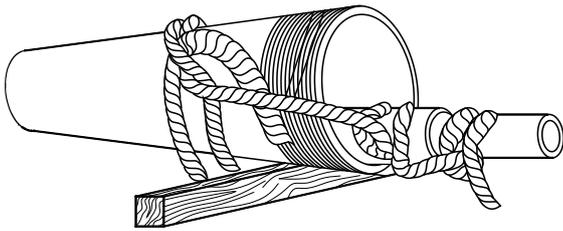

Fig. 4
6.4 Instalación de la columna de descarga (Fig. 4)